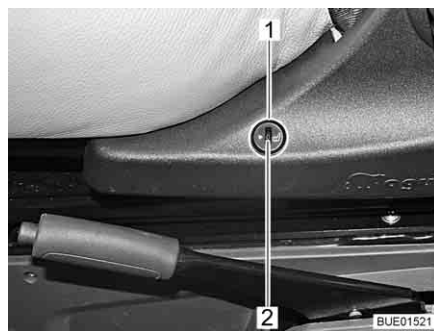

Bild 24 Brytare för stolsvärme
- Tryck på den undre delen av reglaget (Bild 24,1) på stolkonsolens vänstra sida.
- För att sänka värmen vrider du inställningsratten (Bild 24,2) i riktning "0".
- För att höja värmen vrider du inställningsratten (Bild 24,2) i riksting "5".
- Tryck på den övre delen av reglaget (Bild 24,1) på stolkonsolens vänstra sida.